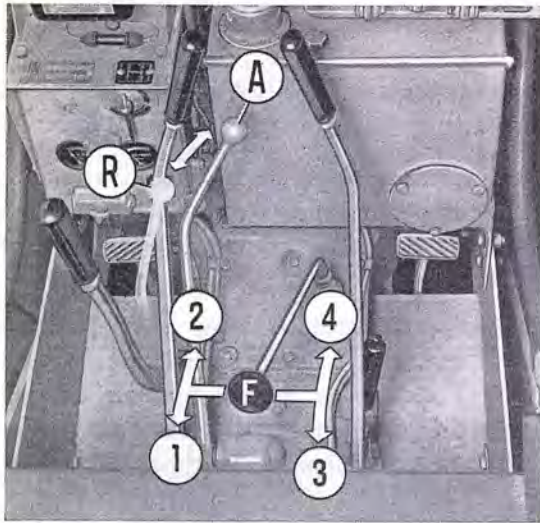

Fig. 6. - Positions des leviers des vitesses et d'inverseur.
**9. Levier des vitesses:** les positions correspondant aux quatre rapports sont indiquées par la fig. 6. Avec chaque rapport on peut rouler en avant et en arrière au moyen de l'inverseur (voir n. 10).
**10. Levier d'inverseur** (voir fig. 6):